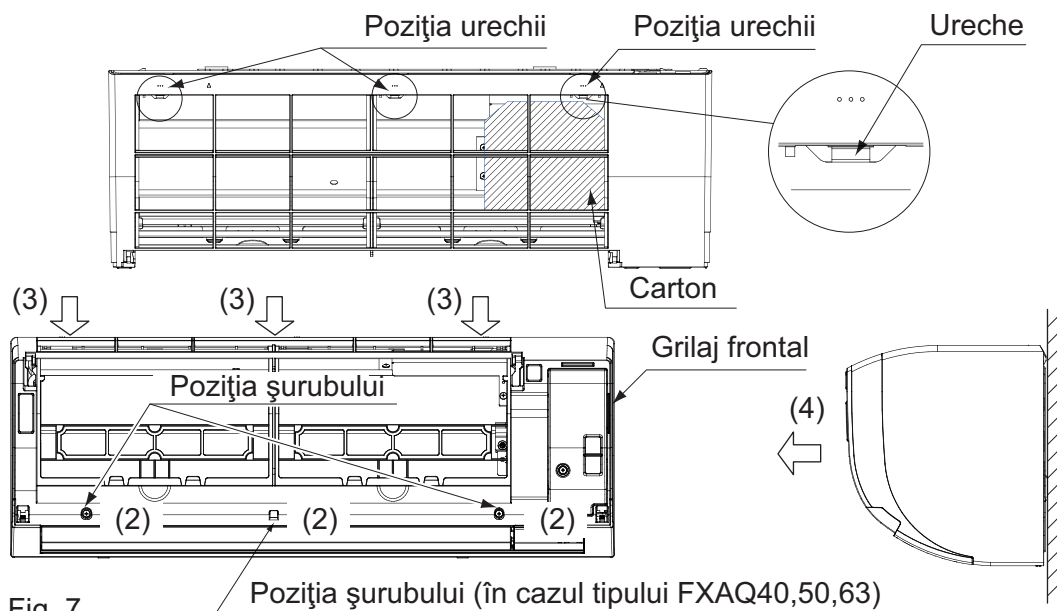
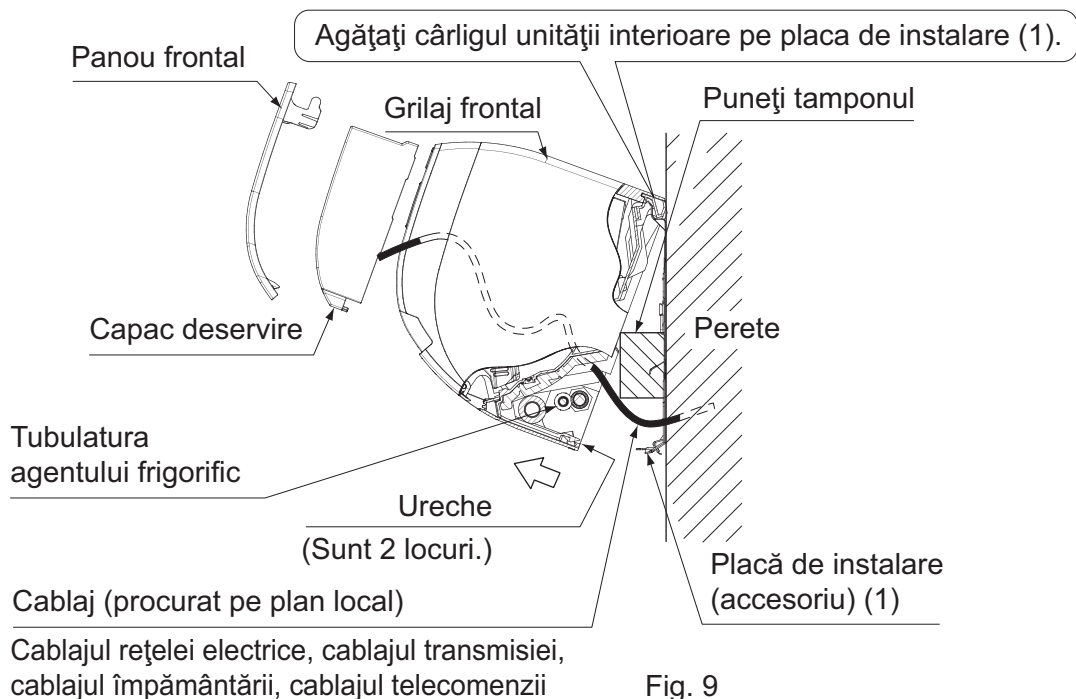

Fig. 7
Fig. 9
- Scoateți grilajul frontal. (Consultați Fig. 7)
(6) Agățați unitatea interioară pe placa de instalare. (Consultați Fig. 9)
(9) Împingeți ambele muchii de jos ale unității interioare cu ambele mâini și agățați urechea de pe spatele unității interioare de placa de instalare (1). (Consultați Fig. 9)
- Acum, îndepărtați materialul tampon plasat la pasul (6).